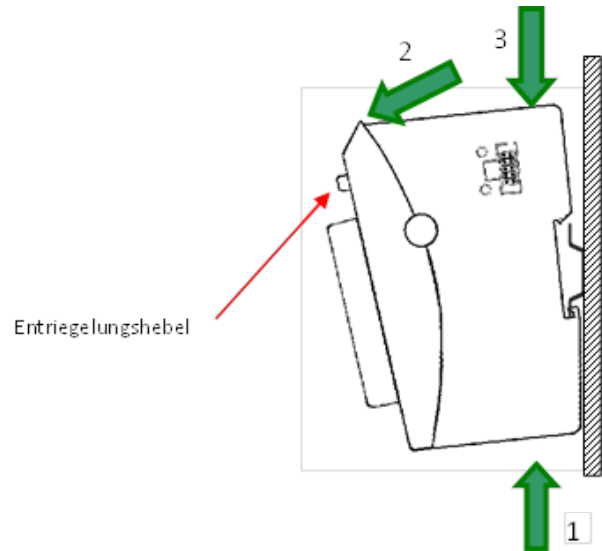

Abbildung 5: Demontage eines Moduls
1. Drücken Sie den Entriegelungshebel (siehe Abbildung 5) von dem Modul, das Sie von dem links davon befindlichen Modul trennen wollen.